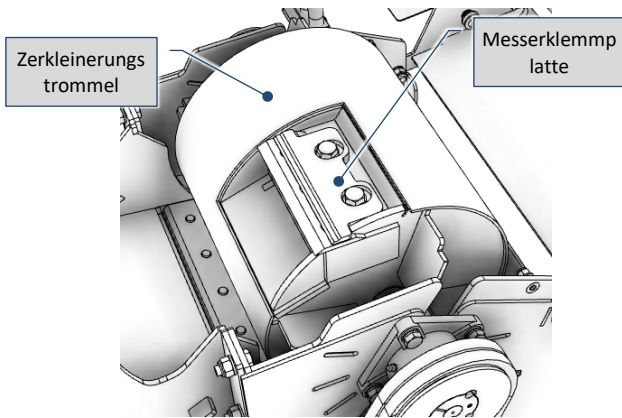

Abb. 9-26 – Zugang zu den Messern an der Zerkleinerungstrommel
- 1) **Drehen Sie die Zerkleinerungstrommel von Hand mit geeigneten schnittfesten Schutzhandschuhe**, bis Sie Zugang zu einem der beiden Messer haben (Fig. 9-26, es gibt zwei Messer, die sich an zwei verschiedenen Positionen der Trommel befinden);